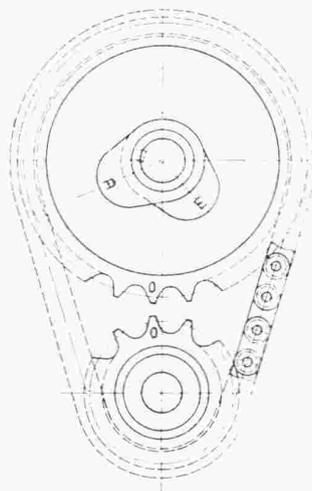

Abb. 23
Doppelfederring E 1 MB 50 und Distanzring E 1 MB 32 auf Kurbelachse aufstecken. Beim Aufsetzen der Kette ist darauf zu achten, daß die beiden Markierungen (0) auf den Kettenrädern etwas nach links stehen (Abb. 23).